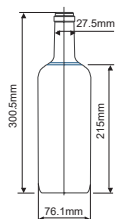
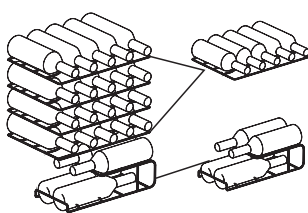
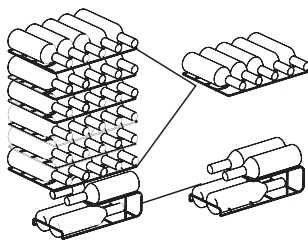

Fig. 1
Fig. 2
Fig. 3
- Kapaciteti i ruajtjes së shisheve në kabinetin e verës (MDRW111FGG tregohet në Fig. 2, MDRW150FGG tregohet në Fig. 3) është i bazuar në madhësinë e mëposhtme të shënuar të shisheve (Fig. 1). Shishet e mëdha mund të ndikojnë në hapësirën dhe numrin e shisheve për ruajtje në dollabin e verës.
- Për modelin MDRW111FGG: Vëllimi maksimal i rekomanduar i shisheve është 24 shishe, si në FIG. 2
- Për modelin MDRW150FGG: Vëllimi maksimal i rekomanduar i shisheve është 34 shishe, si në FIG. 3